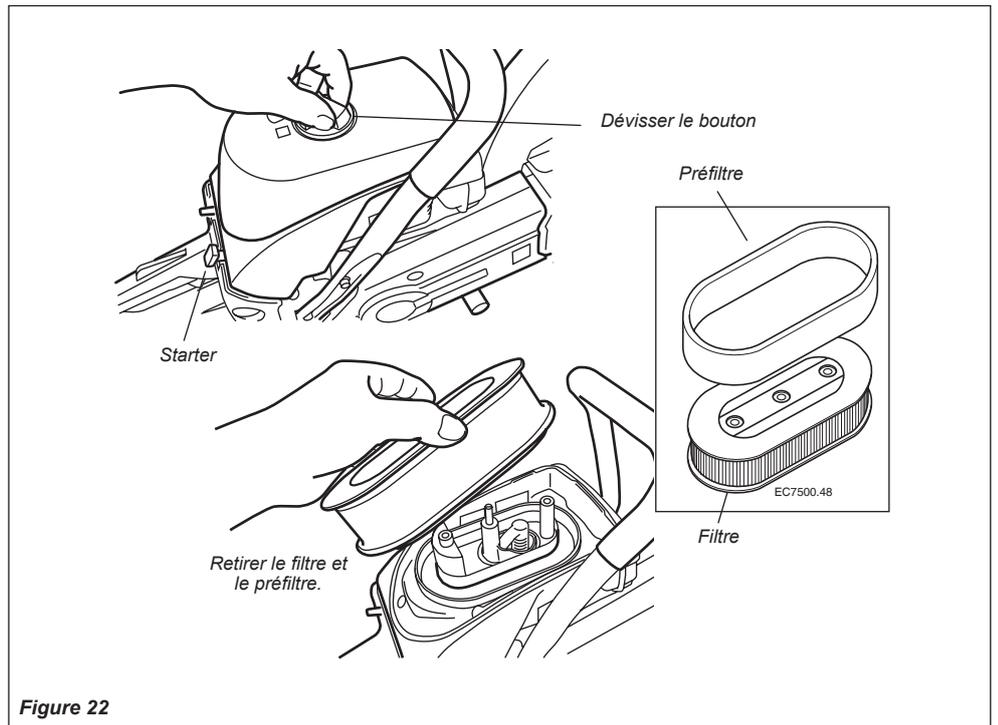

Figure 22
**Nettoyer le filtre à air une fois par jour et remplacer le filtre à l'issue de 20 heures de fonctionnement, conformément aux procédures suivantes. Voir figure 22.**